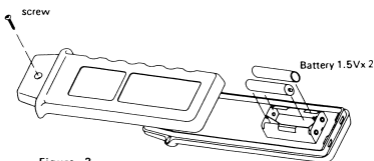

Figure 2
1.5V. Для замены батареи выполните следующие действия (См. рис. 2)